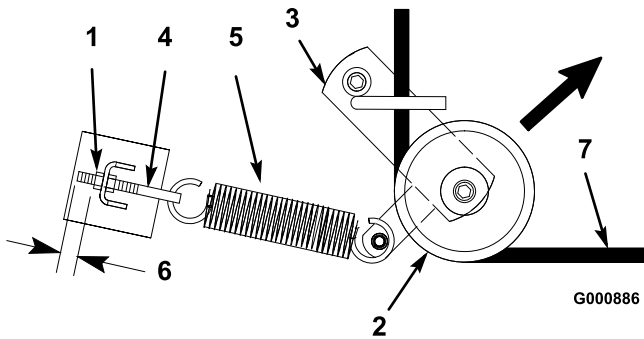
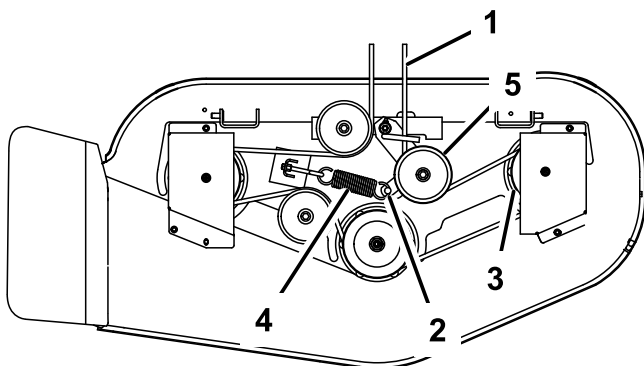

Figure 49
Figure 50
4. Tirez la poulie de tension dans la direction indiquée (Figure 49) et retirez la courroie des poulies.
5. Faites passer la courroie neuve dans le bras de la poulie de tension et autour de celle-ci (Figure 49).
- Tirez la poulie de tension dans la direction indiquée à la Figure 49 et acheminez la courroie autour des autres poulies (Figure 50).
Remarque: Vérifiez que 3 mm (1/8 pouce) de filetage du boulon à œil est visible (Figure 49).